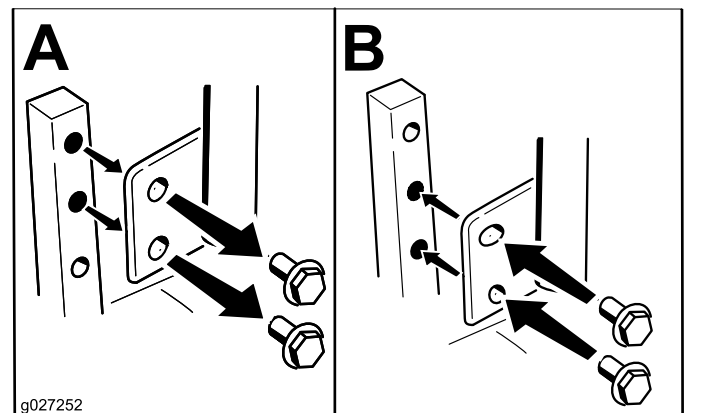

Figura 11
Pode ajustar as alavancas de controlo de movimento mais para cima ou mais para baixo para um maior conforto (Figura 11).
2. Desaperte o parafuso inferior o suficiente para rodar a alavanca de controlo para a frente ou para trás (Figura 11).